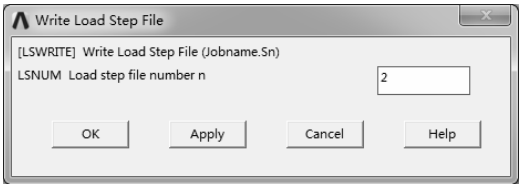

图 7-246 “Write Load Step File”对话框
3) 载荷步输出。选择“Main Menu>Solution>Load Step Opts>Write LS File”命令，弹出“Write Load Step File”对话框，在“Load step file number n”文本框中输入 2，单击“OK”按钮完成，如图 7-246 所示。